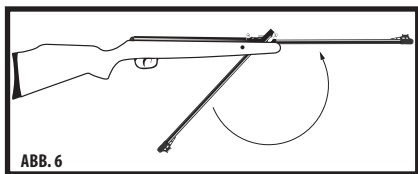

ABB. 6
- Bewegen Sie den Lauf zurück in seine ursprüngliche Position, indem Sie ihn nach oben drücken, bis er einrastet (Abb. 6).